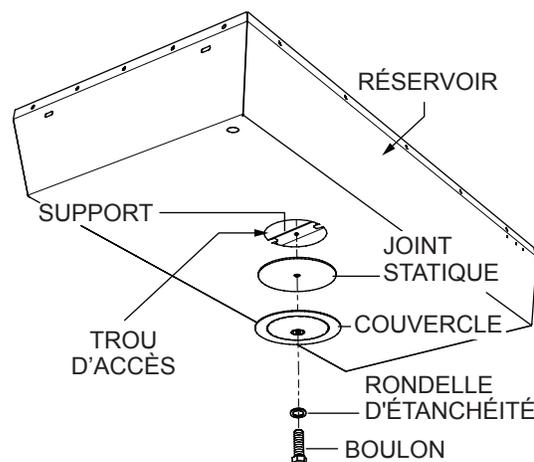

Figure 27. Dépose du couvercle d'accès au réservoir
2. Pour vidanger l'huile moteur le couvercle d'accès du réservoir (Figure 27) doit être enlevé.